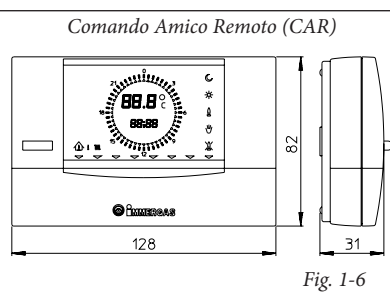
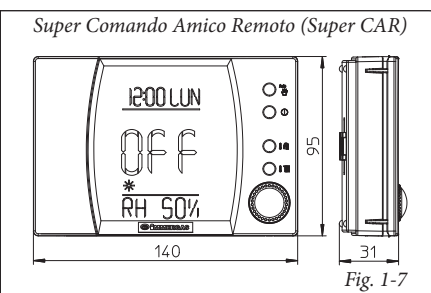

Fig. 1-6
Fig. 1-7
- Sono disponibili 2 tipologie di comandi remoti: Comando Amico Remoto (CAR) (Fig. 1-6) e Super Comando Amico Remoto (Super CAR) (Fig. 1-7) entrambi con funzionamento di cronotermostati climatici. I pannelli dei cronotermostati consentono all'utente, oltre alle funzioni illustrate al punto precedente, di avere sotto controllo e soprattutto a portata di mano, tutte le informazioni importanti relative al funzionamento dell'apparecchio e dell'impianto termico con la opportunità di intervenire comodamente sui parametri precedentemente impostati senza necessità di spostarsi sul luogo ove è installato l'apparecchio. Il pannello è dotato di autodiagnosi per visualizzare sul display eventuali anomalie di funzionamento della caldaia. Il cronotermostato climatico incorporato nel pannello remoto consente di adeguare la temperatura di mandata impianto alle effettive necessità dell'ambiente da riscaldare, in modo da ottenere il valore di temperatura ambiente desiderato con estrema precisione e quindi con evidente risparmio sul costo di gestione. Il cronotermostato è alimentato direttamente dalla caldaia tramite gli stessi 2 fili che servono per la trasmissione dati fra caldaia e cronotermostato.